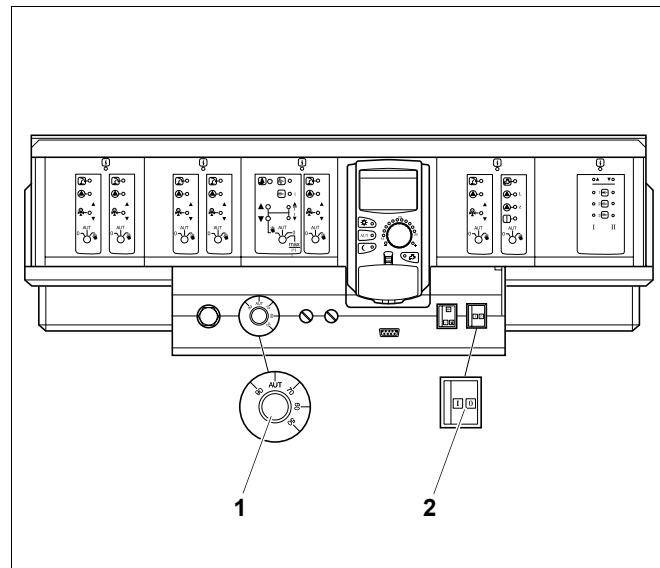

Рис. 7 Система управления Logamatic 4000
- Перевести пусковой выключатель (рис. 7, поз. 2) в положение "I" (Вкл).
- Установить регулятор температуры котловой воды (рис. 7, поз. 1) на "AUT". При поддержании постоянной температуры установить нужное значение (минимум 65 °C).
- Для подавления помех нужно перевести пусковой выключатель (рис. 7, поз. 2) в положение "0" (Выкл).
- Примерно через 3 секунды установить пусковой выключатель (рис. 7, поз. 2) в положение "I" (Вкл). Если после многократного переключения пускового выключателя газовая горелка не включается, то (см. главу 11 "Устранение неисправностей", стр. 55).